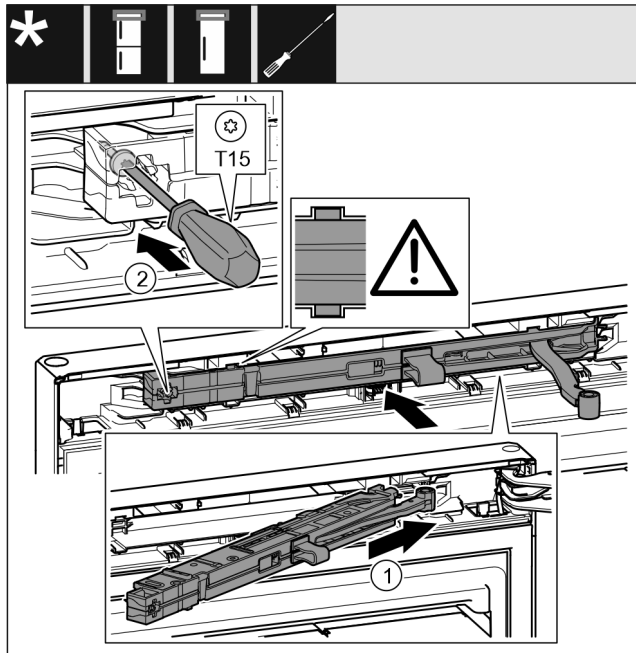

Fig. 24
- ▶ Вставьте узел амортизатора закрывания двери Fig. 24 (1) в выемку со стороны опорного кронштейна под наклоном до упора.
- ▶ Затяните винт Fig. 24 (2) отверткой.